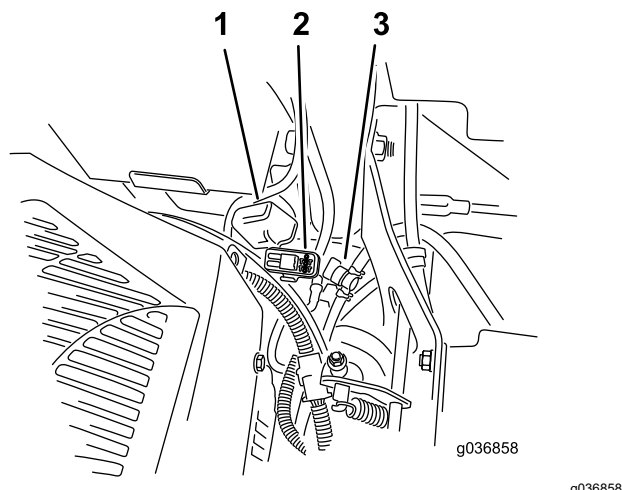

Figura 54
Notă: În cazul mainilor MyRide, asigurați-vă că nu există frecare între cablul de legare la masă i braul tractat sau ansamblul inferior al amortizorului (Figura 54).
Siguranele fuzibile sunt amplasate pe consola dreapta, de lângă scaun (Figura 54).
2. Instalai o siguranță nouă (Figura 54).